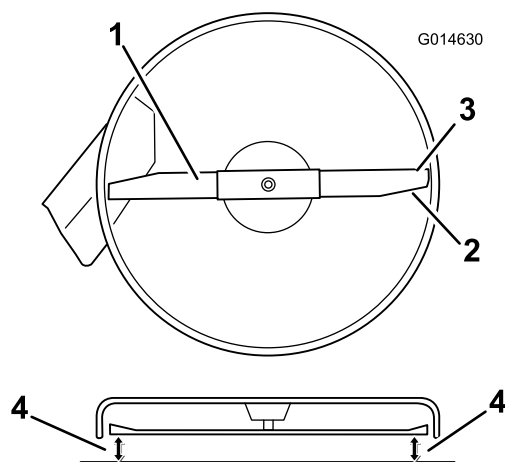

Figura 49
4. Rode cuidadosamente a lâmina para que todas estejam alinhadas (Figura 49).
5. Meça entre as extremidades de corte exteriores e a superfície plana (Figura 49). Se ambas as medições não se encontrarem dentro do intervalo de 5 mm, é necessário um ajuste, continue com este procedimento.